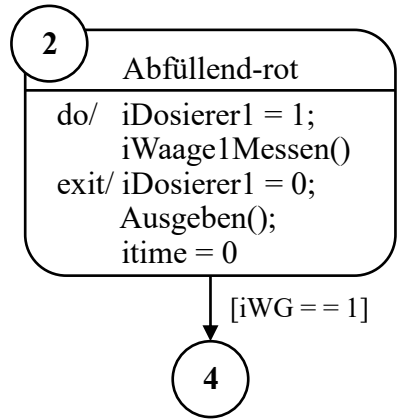

Bild 15.1: Zustand 2 mit Übergang zu Zustand 4
a) Vervollständigen Sie das folgende Programmgerüst in der Programmiersprache C gemäß den Kommentaren im Lösungskästchen. Verwenden Sie hierfür die in Tabelle 15.1 angegebenen Variablennamen und Funktionen, welche im Header **Abfuellanlage.h** bereits deklariert und implementiert sind. Verwenden Sie zudem für die Implementierung von Zustand 2: **Abfüllend-rot** den in Bild 15.1 gezeigten Ausschnitt des Zustandsdiagramms. Im Zustand **Abfüllend-rot** wird die Funktion **iWaage1Messen()** aufgerufen und ihr Rückgabewert in der bereits deklarierten Variablen **iWG** gespeichert.